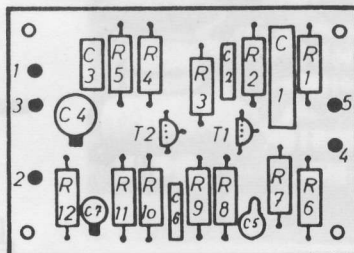

FIG. 2.
1. Først monteres modstandene R1 til R12 efter Fig. 2. Lod under montage.
3. Kondensatorerne C1, C2, C3, C5 og C6 monteres efter Fig. 2.
4. Elektrolytkondensatorerne C4 og C7 monteres, således at den sorte firkant på Fig.2 er minus, og passer med studsene på elektrolytkondensatorerne.